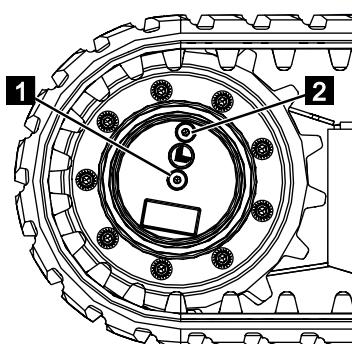

Abb. 252
8. Die Verschraubungen (Abb.252/1 und 2) mit den Dichtungen oder Kupferscheiben wieder festschrauben.